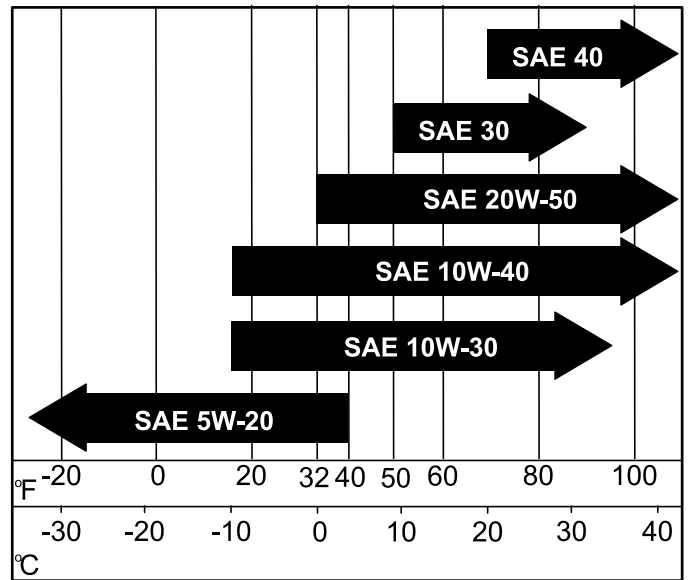

Bild 39
4. Lassen Sie das Öl vom Motor ab (Bild 39).